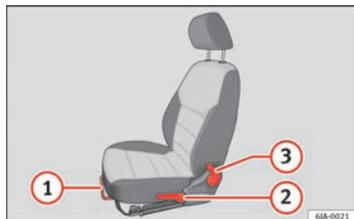

Fig. 70 Comandi di regolazione del sedile/comandi di regolazione di un sedile sportivo
- Per poter far scorrere il sedile in avanti o all'indietro, tirare la leva ① ⇒ fig. 70 dal basso verso l'alto (afferrandola per la parte centrale).
- Quindi, una volta lasciata andare la leva ①, far scorrere ulteriormente il sedile, in modo da far innestare il fermo.
- Per alzare il sedile, muovere la leva ② ⇒ fig. 70 verso l'alto e rilasciarla (se necessario più volte), fino a raggiungere la posizione desiderata.
- Per abbassare il sedile, muovere la leva ② verso il basso e rilasciarla (se necessario più volte), fino a raggiungere la posizione desiderata.
- Non esercitare alcuna forza sullo schienale, spostare all'indietro la leva ③ ⇒ fig. 70 spingendo contro lo schienale fino a raggiungere l'inclinazione desiderata.
- Quando si rilascia la leva ③, lo schienale rimane nella posizione regolata.